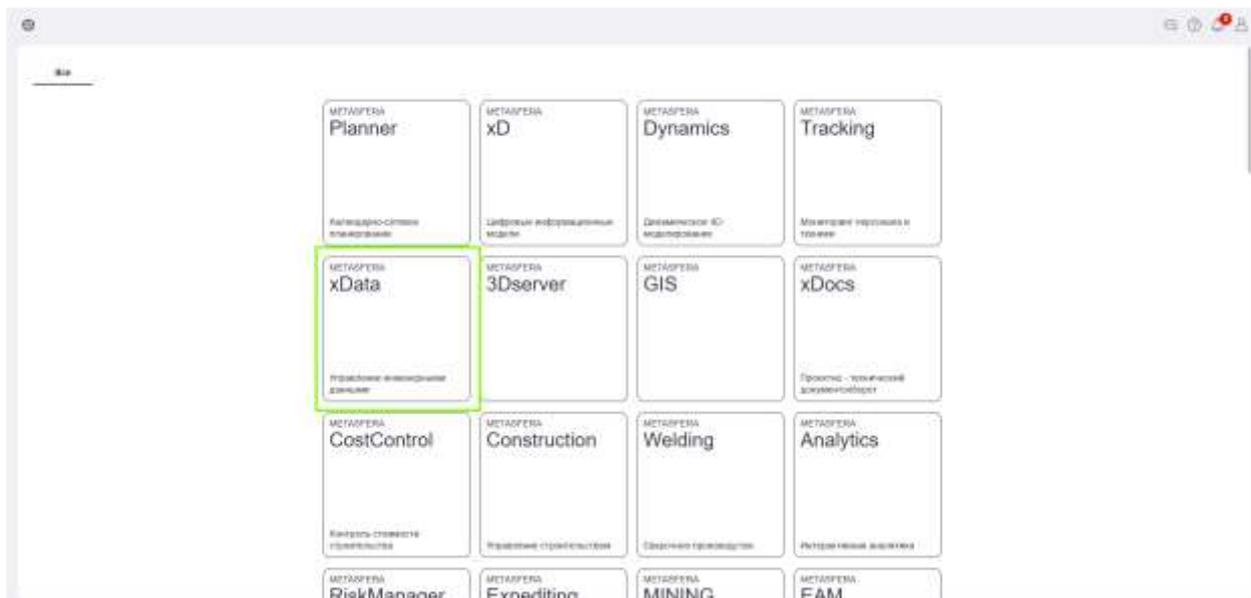

Рисунок 20. Открытие модуля
1. Выбрать «Metasfera xData» (Рисунок 20);